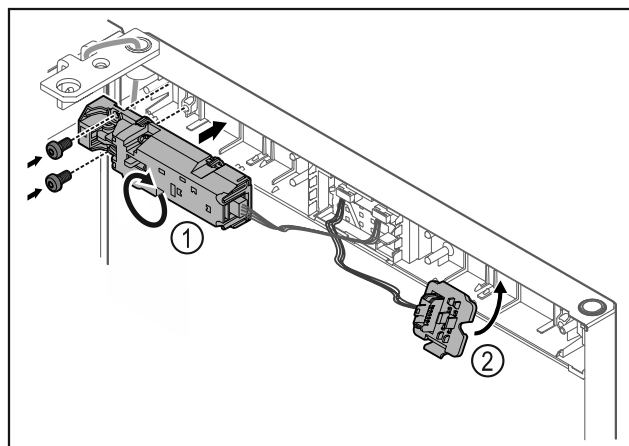

Fig. 13
- Otočte dálkový zámek Fig. 13 (1) o 180° a upevněte jej na protější straně.
- Zaklapněte držák zástrčky Fig. 13 (2) na protilehlé straně.*